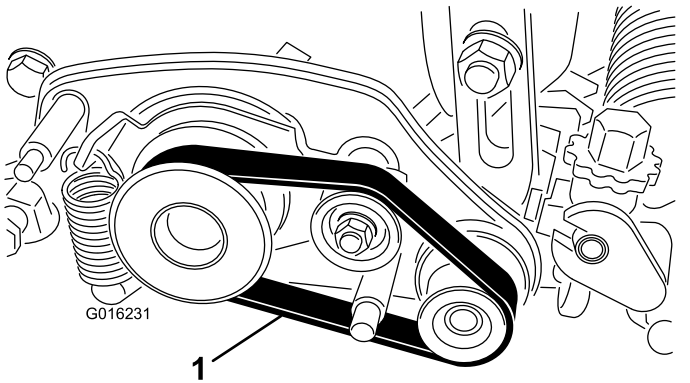

Figure 2
2. Retirez la courroie de la poulie d'entraînement, la poulie de tension et la poulie menée (Figure 2).